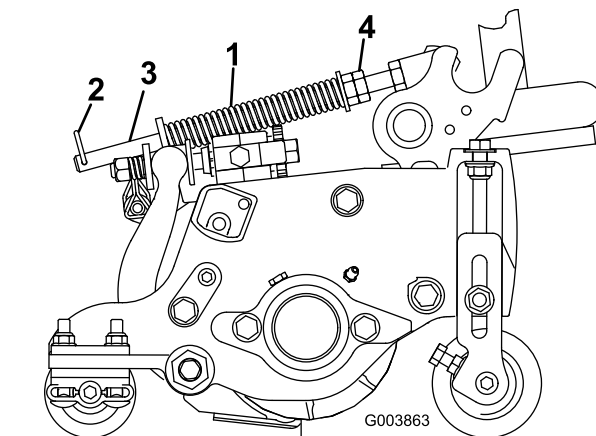

図 14
ターフ補正スプリング(図 14)は、前ローラから後ローラへと、カッティングユニットの体重移動を行います。これにより、マーセリングやボビングと呼ばれる「波打ったような」仕上がりを防いでいます。
1. ヘアピンコッターがスプリングロッドの後の穴に差し込まれていることを必ず確認しおいてください(図 14)。
リールマスター 5510 との7インチカッティングユニットでは 15.9cm(図 14)を参照。